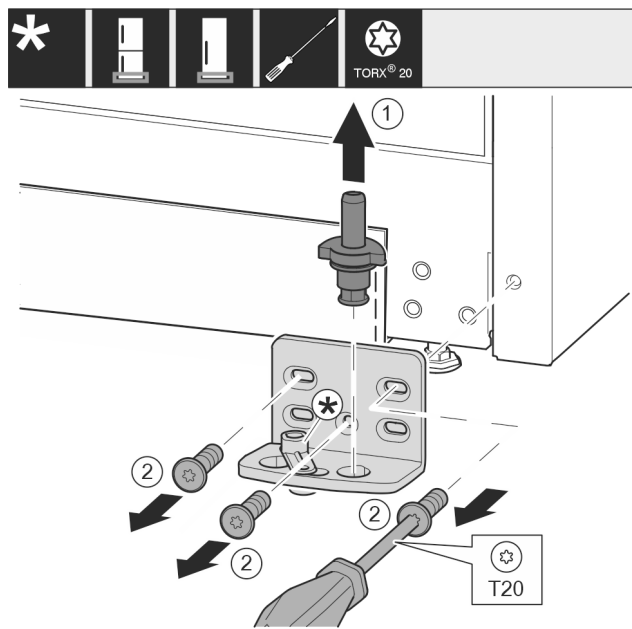

Fig. 18
- Nxirrni jashtë komplet bulonin e rrotullimit Fig. 18 (1) nga lart.
- Lironi vidat Fig. 18 (2) me një kaçavidë dhe hiqni bazamentin mbështetës.